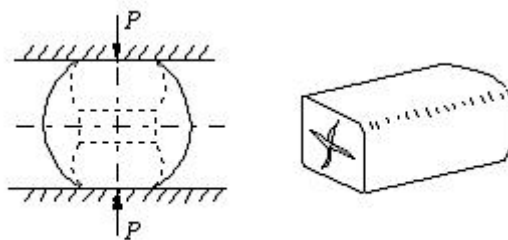

图 2
2. 当用平锤头将一根圆坯锻压成方形件时，发现在方件的横断面上产生了横裂（如图 2 所示），试解释这种现象？